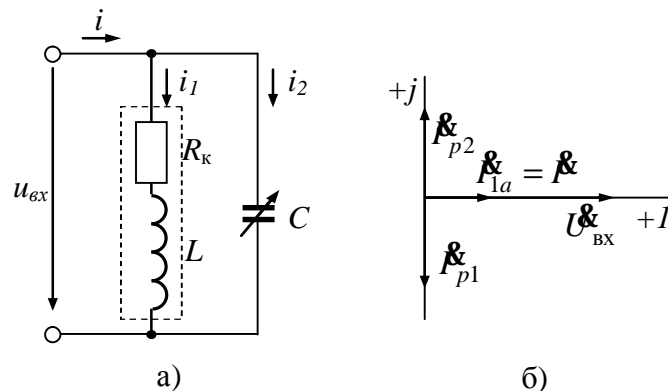

Рис. 3.14
**Розв'язок.** Умовою резонансу струмів у колі (рис. 3.14) є рівність реактивних провідностей
Побудова векторної діаграми починається з вибору масштабу струмів. У горизонтальному напрямку відкладаємо вектор вхідної напруги  $\underline{U}_{\text{вх}}$  (рис. 3.14, б), у напрямку цього вектора відкладаємо струм  $\underline{I}_{a1}$ , під кутом  $90^\circ$  убік випередження вектора  $\underline{U}_{\text{вх}}$  відкладаємо вектор  $\underline{I}_{p2}$ , під кутом  $90^\circ$  убік відставання – вектор  $\underline{I}_{p1}$ . Складаючи ці вектори, у масштабі одержуємо вектор струму  $\underline{I}$  в нерозгалуженій частині кола. Фазовий зсув між струмом і напругою  $\mathbf{j} = 0$ .